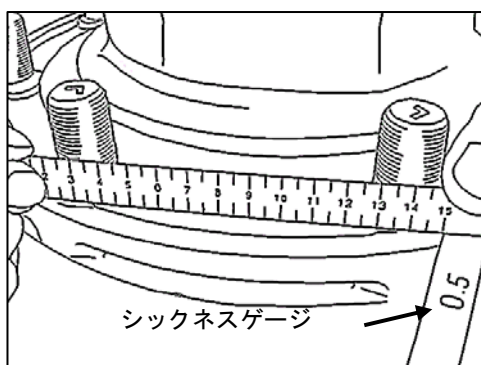

図3
- 1) 上記1の点検に加え、スピンドルのインナー・ベアリングおよびアウター・ベアリング挿入部径①および②の測定を図3に示す要領でマイクロメーター等を用いて行う。
2. 2箇所（図3）の未摩耗部に直定規を渡し、外側の脇にて段差を計測する。（図3）